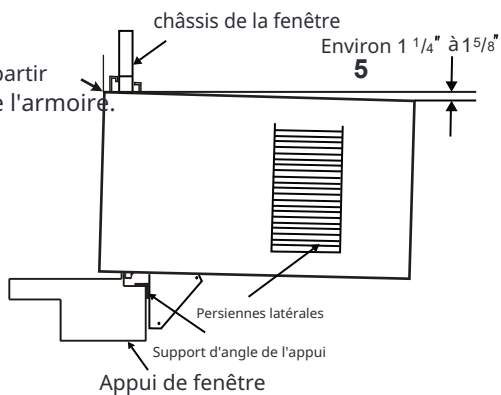
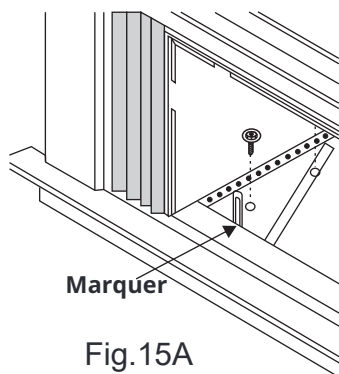

Fig. 14
Fig. 15A
1. Maintenir chaque support contre l'extérieur de l'appui, et bien serré contre le bas de l'armoire comme indiqué dans la figure 15A. Marquer les supports au niveau supérieur de l'appui et les retirer. 2. Assembler le support d'angle de l'appui aux supports à la position marquée (figure 15B). Serrer à la main, mais permettre des ajustements ultérieurs. **REMARQUE:** Vérifiez que le climatiseur est incliné vers l'arrière d'environ 1 1/4" à 1 5/8" (incliné d'environ 3° à 4° vers le bas vers l'extérieur). Après une installation correcte, les condensats ne doivent pas s'écouler du trou de drainage de trop-plein pendant une utilisation normale, corriger la pente sinon (Fig. 14).